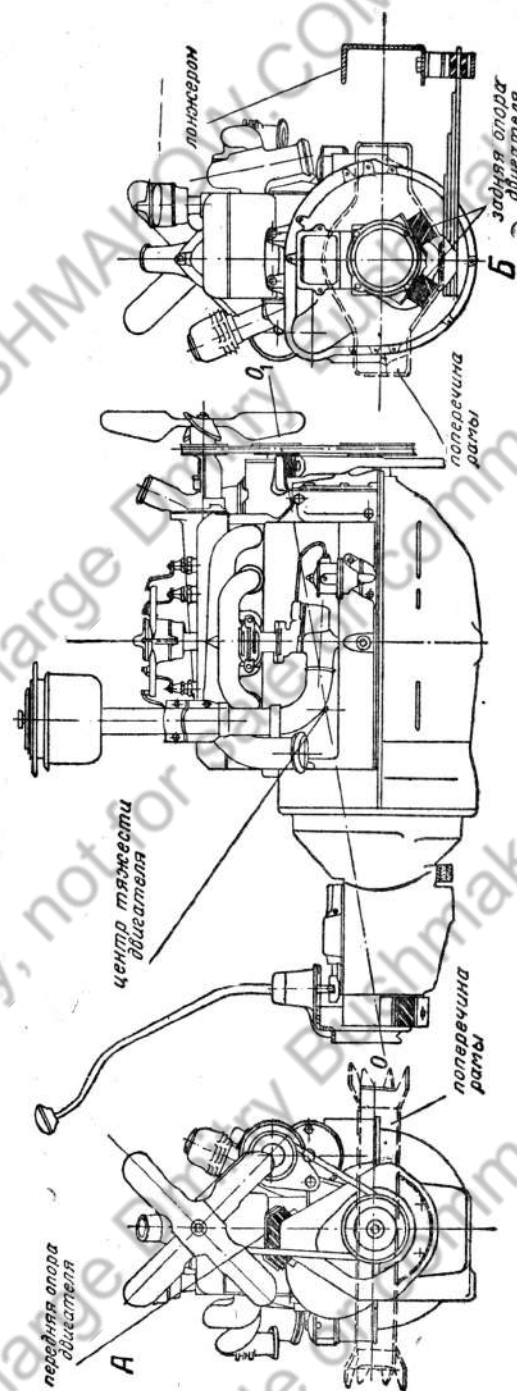

Рис. 20. Плавающая подвеска двигателя М
**Подвеска двигателя.** Для устранения колебаний, неизбежных при работе 4-цилиндрового двигателя, на автомобиле М-1 применена специальная плавающая подвеска на резиновых подушках. Двигатель укреплен всего в двух точках: спереди—в верхней части блока и сзади—за коробкой передач. Двигатель при этом может свободно колебаться вокруг оси О-О, проходящей через центр тяжести двигателя и точки крепления двигателя (рис. 20).
Передняя опора имеет одну резиновую подушку, привертнутую двумя болтами  $\frac{5}{16}$ " к угольнику, укрепленному на блоке под водяным насосом (рис. 20-А). Подушка опирается на специальный крошштейн, привертнутый к фаргую передней поперечины рамы. Заднее крепление имеет две резиновые подушки, расположенные под углом (рис. 20-В). Подушки укреплены на поперечине рамы и на них опирается задняя опора двигателя, привертнутая к картеру коробки передач.
Общее устройство плавающей подвески показано на рис. 20.